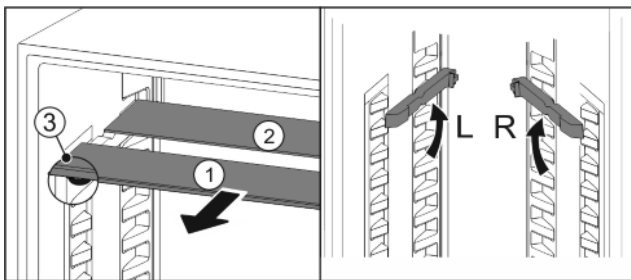

Fig. 20
- ▶ Sortir les tablettes par l'avant Fig. 20 (1).
- ▷ La tablette Fig. 20 (1) équipée de butées se trouve à l'avant.
- ▷ Les butées sont tournées vers le bas Fig. 20 (3).